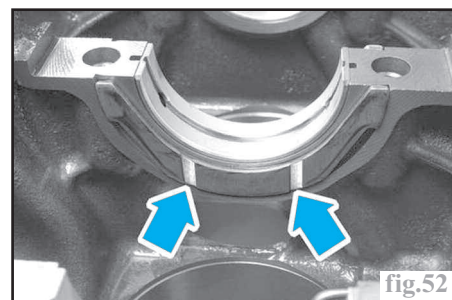

fig.52
- mettre en place les cales de réglage du jeu axial du vilebrequin de chaque côté du palier n° 2 dans le bloc-cylindres (face rainurée côté vilebrequin) (fig.52),